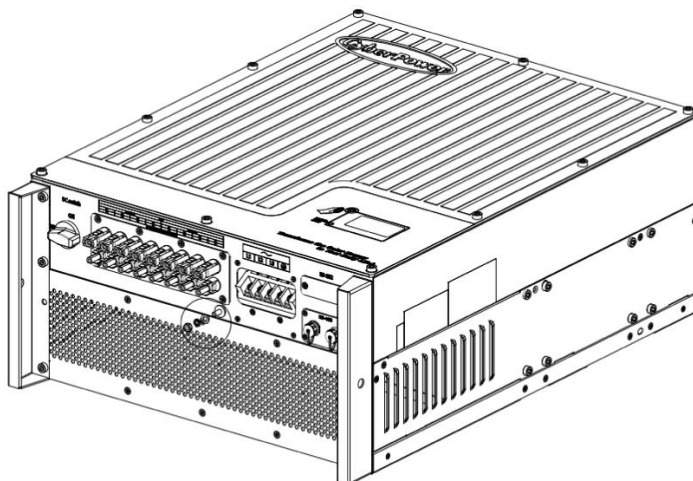

Fig. 5.7
- Connectez un deuxième conducteur de mise à la terre (voir la Figure 5.7).